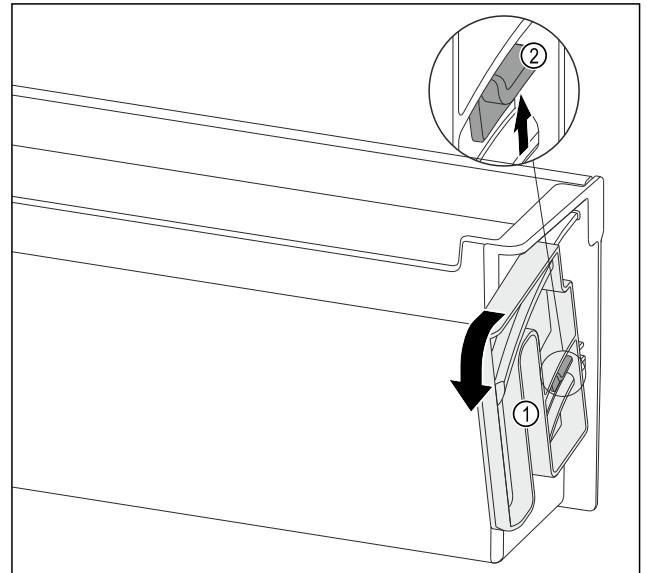

Fig. 110
- ▶ Dreheinheit Fig. 110 (1) in die angegebene Richtung bis zum Anschlag drehen.
- ▶ Lasche Fig. 110 (2) nach oben drücken und Dreheinheit Fig. 110 (1) entnehmen.